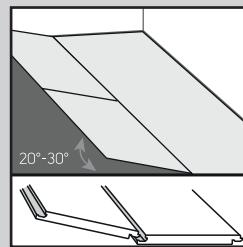
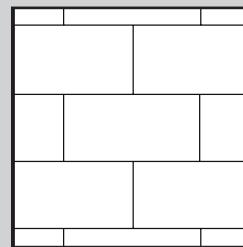
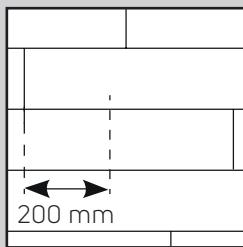

Fig. 3
Fig. 3a
Fig. 3b
- Commencez la deuxième rangée en emboîtant la languette dans la rainure qui tient la lame à un angle d'environ 30°. Poussez ensuite fermement la lame/dalle dans la rainure de la première rangée. Poser la lame/dalle suivante en emboîtant la languette dans la rainure le long du bord court. Présenter ensuite la languette dans la rainure sur le côté long, en inclinant les lames/dalles pour qu'elles s'emboitent (Figure 3). Il convient de poser les dalles et les lames en « décalé » pour faire en sorte que les quatre coins ne se touchent jamais (Figure 3a et Figure 3b).